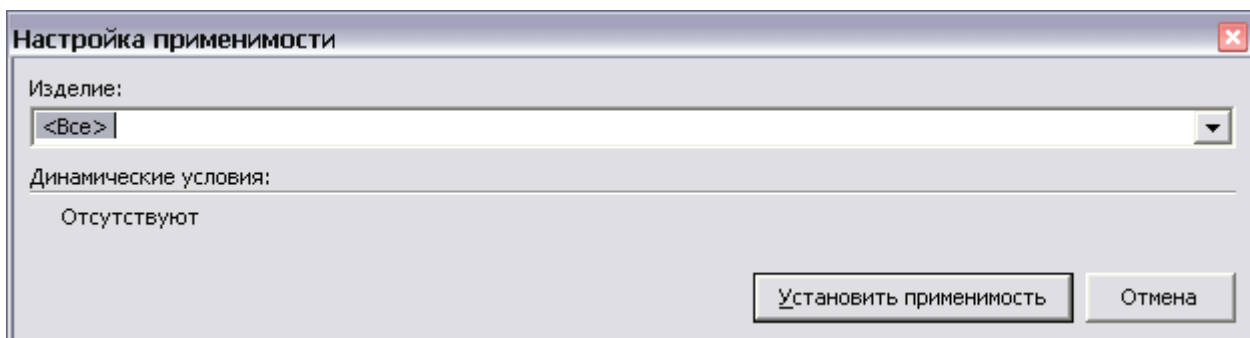

Рис. 3.102
1. Нажмите на кнопку **Изменить применимость** Применимость: **Все**. При этом появится окно настройки применимости (Рис. 3.102).